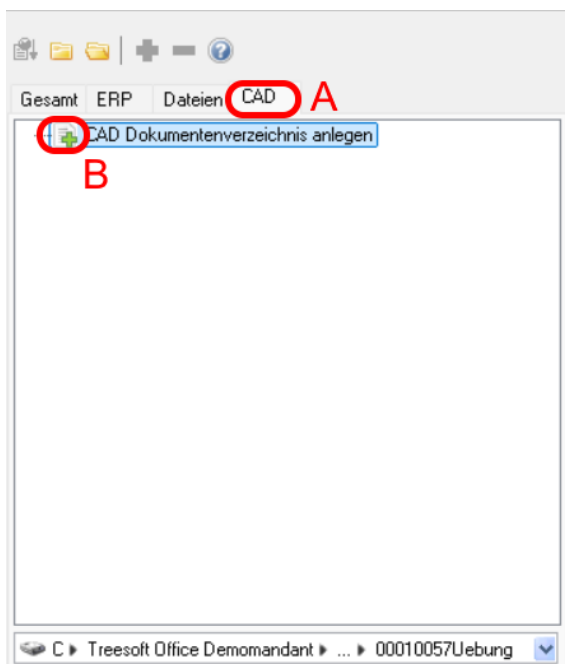

Abbildung 2.2.3: Dokumentenfenster neben der Projektliste
5. Wechsle in dem Dokumentenfenster auf die Registerkarte **CAD** (siehe Markierung A in Abbildung 2.2.3).